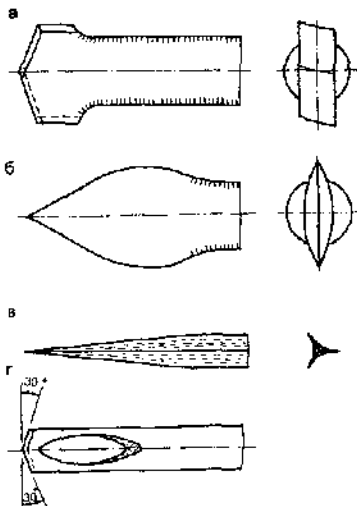

Рис. 65. Самодельные сверла:
**Самодельные сверла.** Перовое сверло можно сделать из гвоздя. Шляпку гвоздя расклепайте, опишите и заточите, помня, что сверло будет вращаться по ходу часовой стрелки (рис. 65, а).
форму наконечника копы (рис. 65, б). При такой форме сверла отверстие получается не за счет высверливания с удалением стружки, а происходит вхождение сверла с уплотнением и упрочнением материала, что очень важно, в особенности при лидерных отверстиях под шурупы.
Очень легко и удобно делать небольшие отверстия в древесине, пластмассе или тонком листовом металле шилом с трех- или четырехгранной заточкой (рис. 65, в). Особенно хорошо такое шило для лидерного отверстия под шуруп в древесине или пластмассе.
Тонкое сверло заменит швейная игла, если ее конец заточить со стороны ушка (рис. 65, г). Сверло легко сделать из отожженной стальной проволоки. Рабочий конец головки сверла нагревают до светло-красного каления, а затем погружают в сургуч.